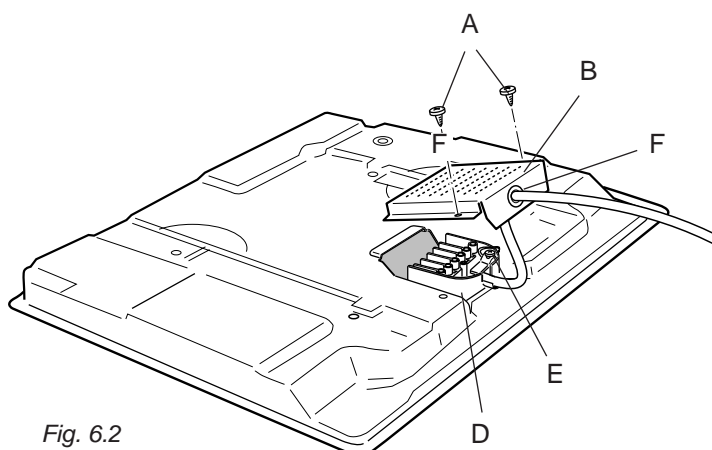

Fig. 6.2
- ✓ Desaperte os parafusos A e remova a protecção B (fig. 6.2)
- ✓ Abra o segura-cabo E (fig. 6.2)